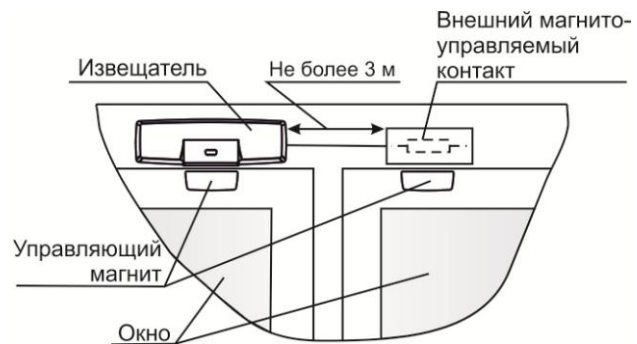

Рисунок 4
8.1.3 Вариант размещения извещателя на окне (рисунок 4).